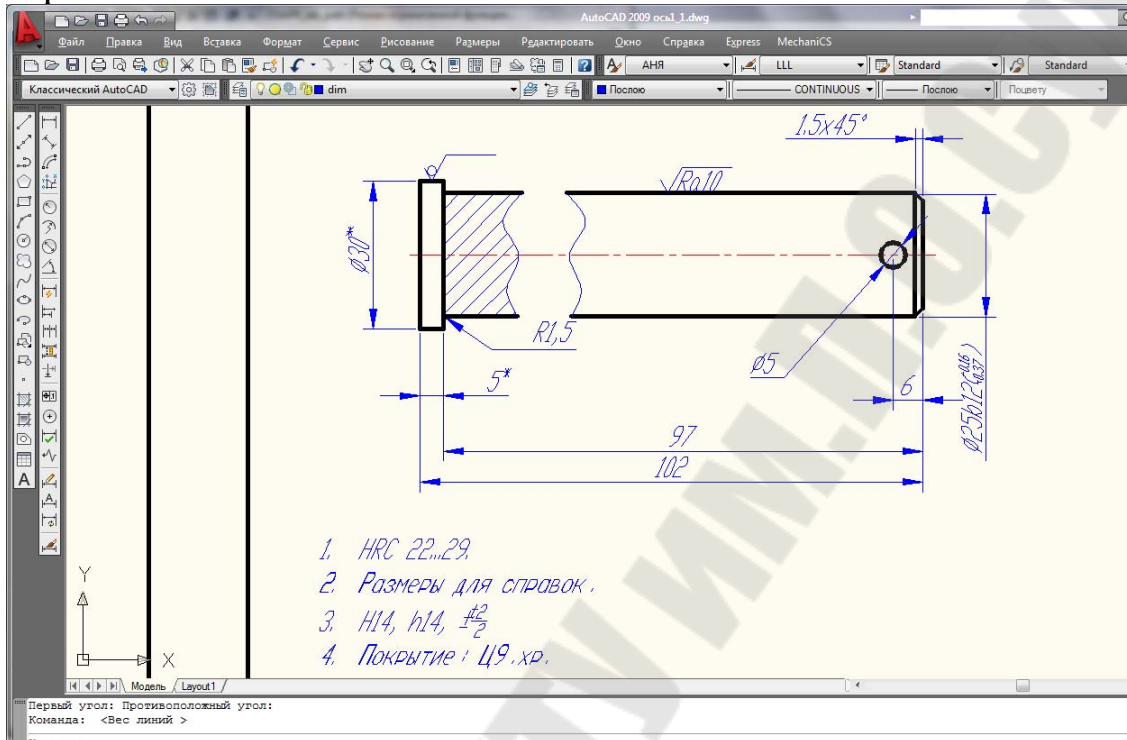

Рис. 3.2. – Окончательный вариант чертежа «Ось»
На рис. 3.2 представлен окончательный вариант чертежа «Ось» с размерами и техническими требованиями.
2. На местах разрыва нарисуем сглаженную кривую. (см рис. 3.2, например, левую)